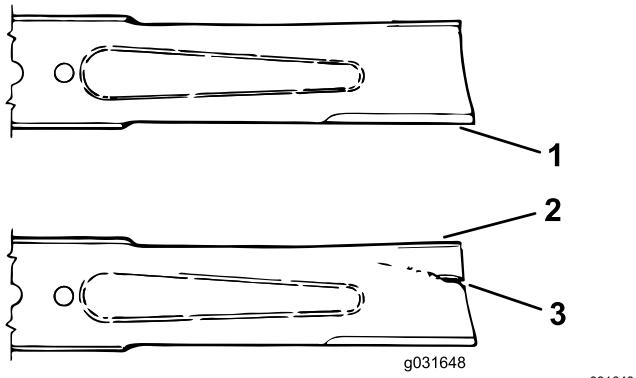

Figura 74
- Examine cuidadosamente as extremidades da lâmina, prestando especial atenção à zona onde se encontram as partes curvas e planas da lâmina (Figura 74).